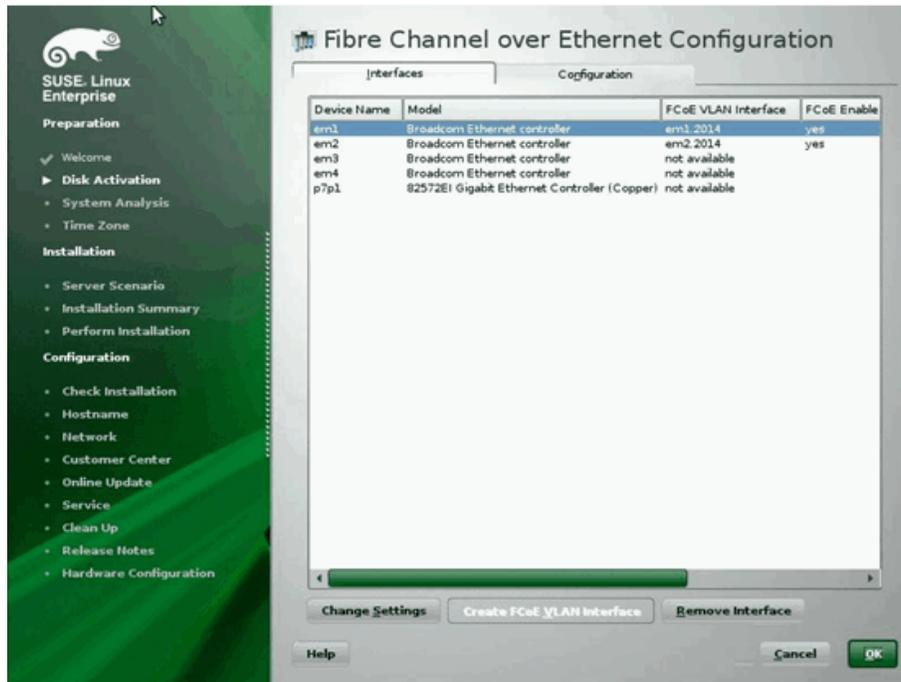

Abbildung 14-20. Konfiguration der FCoE-Schnittstelle
8. Sobald die Konfiguration aller Schnittstellen abgeschlossen ist, klicken Sie auf **OK**, um den Vorgang fortzusetzen (Abbildung 14-20).